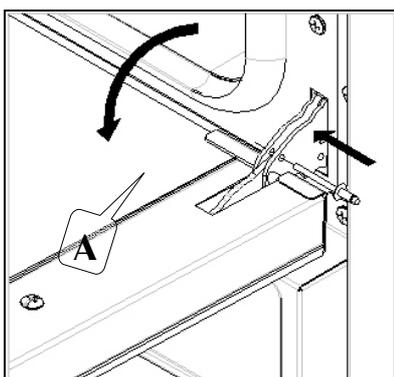

Рис. 4
- вставить в отверстия “А” находящиеся на двух шарнирах специальные штыри, имеющиеся в приложении (Рис. 4);